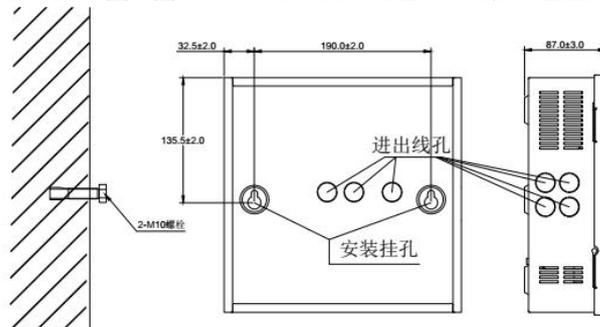

图 1 电源安装示意图 (单位：mm)
- 电源箱采用壁挂式安装，其安装示意图如图 1 所示。安装时机箱左右两侧散热窗至少各留出 100mm 空隙。
- 在需安装电源箱的墙壁相应位置处打 2 个 $\phi 12-14$ mm (参考膨胀套管外径) 的孔，如图 1 所示。